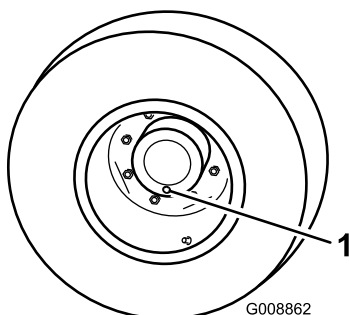

Figura 90
1. Con la macchina parcheggiata su una superficie piana, posizionate la ruota in modo che un tappo di controllo si trovi nella posizione inferiore (ore 6) (Figura 90).